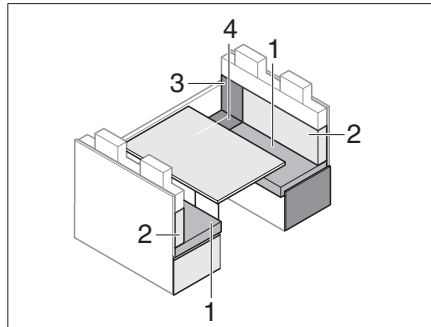

Bild 180 Före ombyggnaden
- Ta bort ryggdynan (Bild 180,2) och lägg den åt sidan.